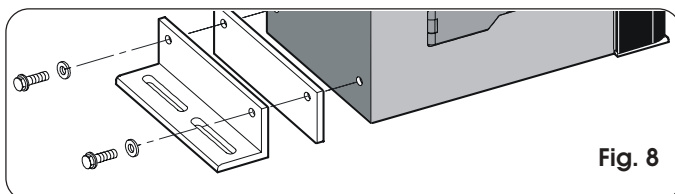

Fig. 8
- 1) Assembler sur l'opérateur les cornières de fixation et les entretoises antivibratoires d'après la Fig. 8.